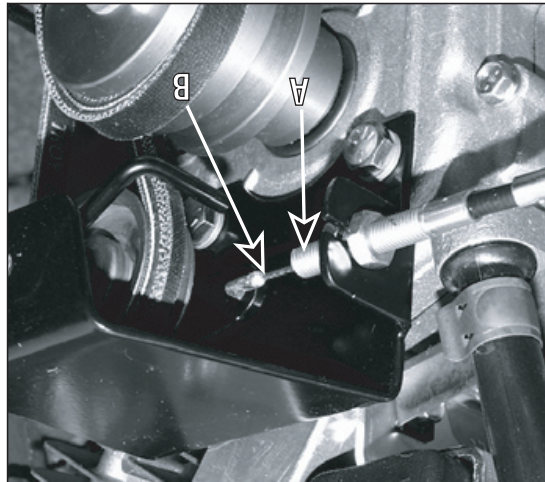

Figure 5-5: Mesurez la longueur du fil métallique du câble pour vérifier la tension de la courroie de la marche arrière.
3. Demandez à une autre personne de tirer complètement sur le bouton de commande de l'embrayage de la marche arrière et de la garder à cette position. Mesurez la longueur du fil métallique du câble entre l'extrémité du dispositif d'ajustement du câble fileté (A, Figure 5-5) et l'extrémité du raccord en Z (B) sur lequel le fil métallique est attaché.